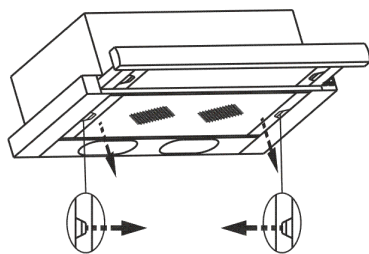
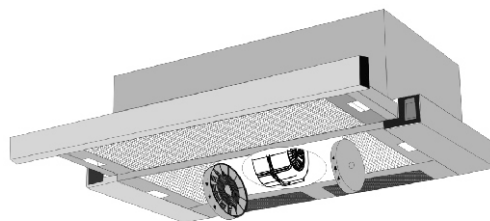

рис. 7
рис. 8
8.3 Для очистки алюминиевого фильтра извлеките его из вытяжки (рис. 7) и произведите его очистку с помощью щетки водным раствором нейтрального моющего средства вручную или в посудомоечной машине (при 60°C). Сильно загрязненный фильтр не следует мыть в посудомоечной машине. Старайтесь не сгибать фильтр при мойке.
6.5 Режим «рециркуляция»: снимите алюминиевый фильтр, для этого нажмите на пружинный замок на фильтре и потяните его вниз и на себя (рис. 7); установите два угольных фильтра см. табл. 1 и (рис. 8), предварительно удалив с них упаковочную пленку;
Угольные фильтры устанавливаются на защитные решетки корпуса вентилятора, путем легкого нажатия и поворота (рис. 8). Фильтрация воздуха осуществляется с помощью двух угольных фильтров, затем очищенный воздух возвращается в помещение.